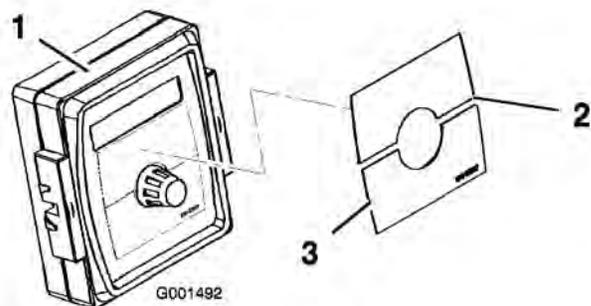

Figure 22
4. Apposez l'autocollant Spray Pro sur le moniteur (Figure 22).